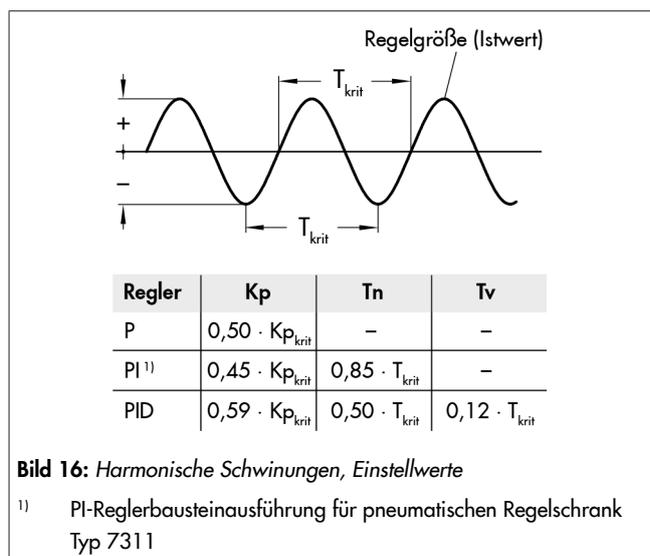

Bild 16: Harmonische Schwingungen, Einstellwerte
9. Proportionalbeiwert **Kp** vom eingestellten kleinen Wert ausgehend so lange vergrößern, bis der Istwertanzeiger harmonische Schwingungen (gleichbleibende Schwingungsbreite nach Bild 16) der Regelgröße anzeigt. Wenn bei groß eingestelltem **Kp** noch keine Schwingungen auftreten, die Führungsgröße am Drehknopf gering verändern, dann wieder auf alten Wert einstellen. Eventuell Verstärkung (**Kp**) noch etwas vergrößern, bis harmonische Schwingungen auftreten.
10. Den jetzt eingestellten Wert der **Kp**-Skala als kritischen Proportionalbeiwert **Kp_{krit}** notieren. Die Schwingungszeit für eine volle Schwingung als **T_{krit}** mit Stoppuhr ermitteln. Beide Werte mit den Werten in der Tabelle (vgl. Bild 16) multiplizieren und als günstige Einstellwerte für **Kp** und **Tn** am Reglerbaustein einstellen.